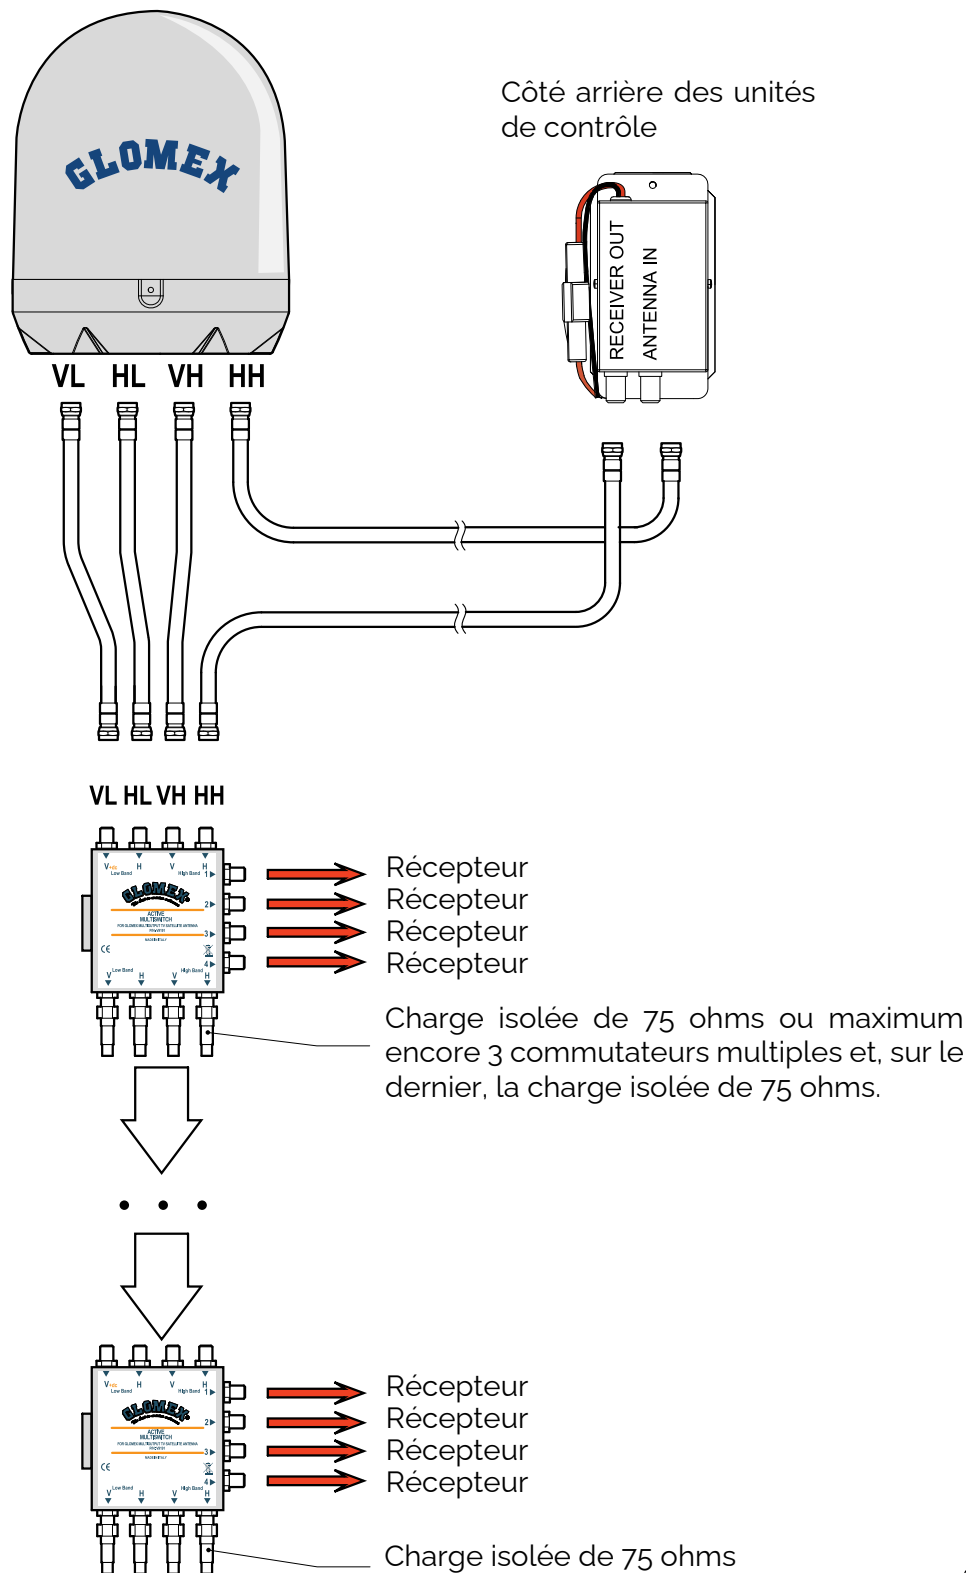

Fig. 29
5. Pour les modèles Vg104N, Vg804N et Vg804NSKEW qui prévoient la présence du commutateur multiple, connecter les câbles en suivant les indications données dans la **Fig. 29**.